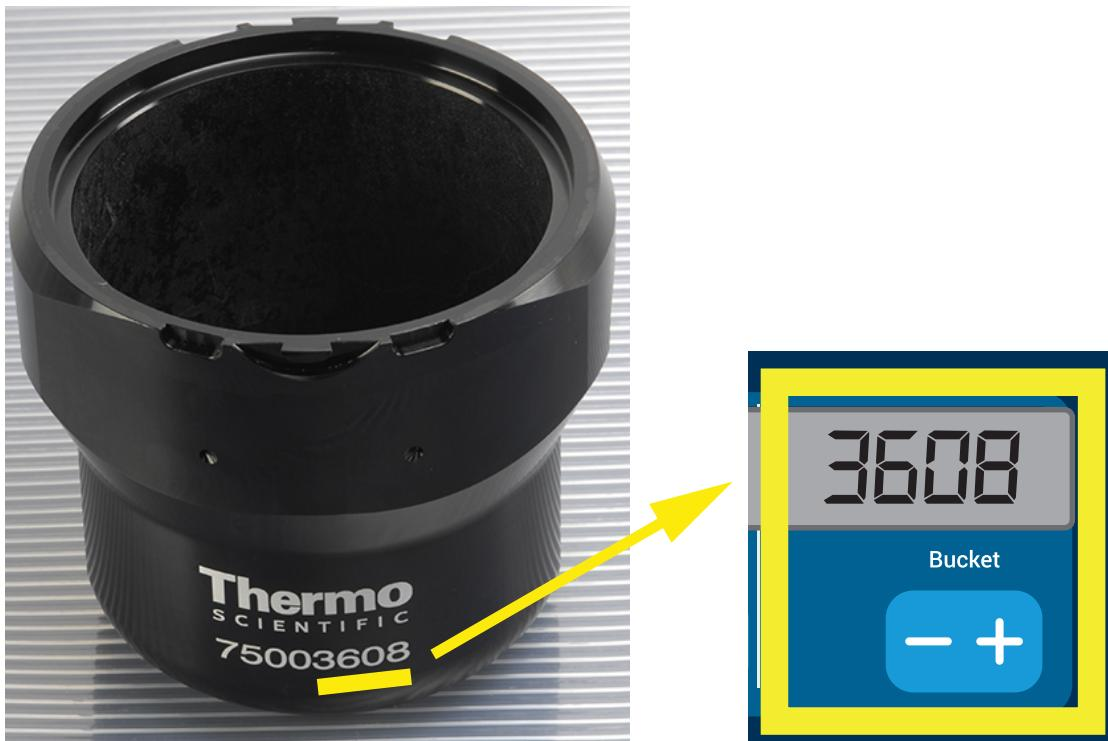

Abbildung 2-18: Korrekten Bechercode für den Rotor einstellen
1. Tippen Sie auf dem LCD-Display auf die Taste + oder - unterhalb vom Feld Becher (siehe Abbildung 2-18), um den richtigen Code für die im Rotor eingesetzten Becher auszuwählen.